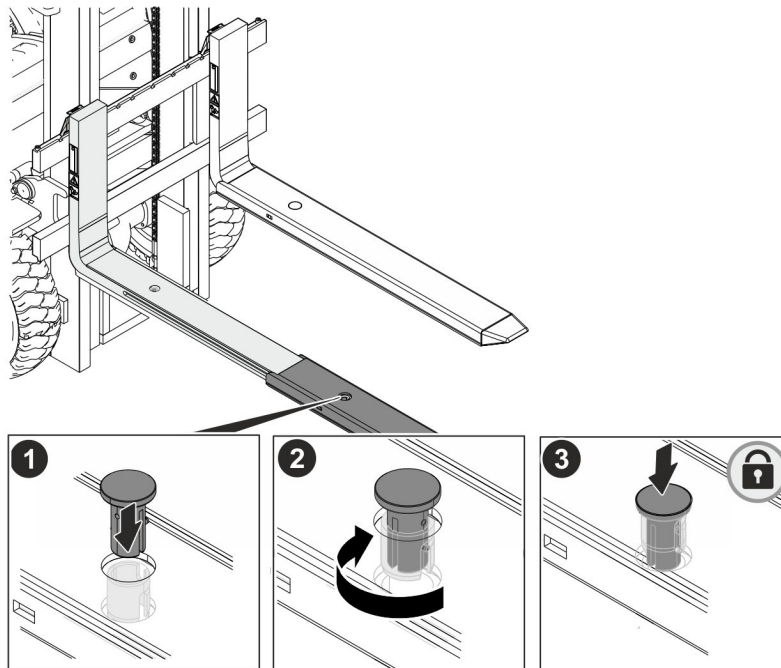

Abb. 13: Verriegelungsbolzen einsetzen
6. ➤ Seitlichen Zapfen des Verriegelungsbolzens nach entsprechender Nut der Bohrung ausrichten. Verriegelungsbolzen in Verriegelungsbohrung einsetzen (Abb. 13/1).
7. ➤ Verriegelungsbolzen bis zu einem festen Anschlag im Uhrzeigersinn drehen (Abb. 13/2).
8. ➤ Verriegelungsbolzen nach unten drücken und komplett in der Grundgabelzinke versenken (Verriegelungsstellung) (Abb. 13/3).